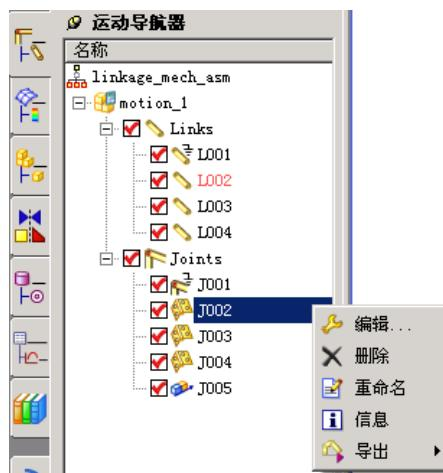

图 2.5.6 “运动导航器”界面
(7) 定义运动副名称。在**名称**文本框中采用默认的运动副名称“J005”。
(8) 单击**确定**按钮，完成“共线”连接的创建。
- 连杆定义完成后，“运动导航器”界面如图 2.5.6 所示，在“Links”节点下显示机构中的所有连杆。
- 在图 2.5.6 所示的快捷菜单中还可以对运动副进行删除、重命名和查看信息等操作。